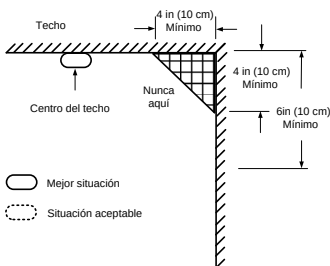
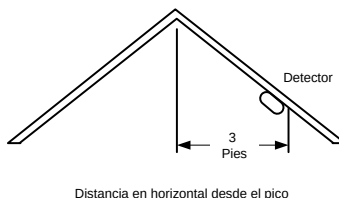

Figura 3: Recomendaciones sobre las ubicaciones de instalación recomendadas para instalar detectores de humo y calor.
Figura 4: Ubicación de instalación recomendada para detectores de humo y calor en habitaciones con techos inclinados o abuhardillados (inclinación >20 grados).
- Instalar detectores de humo y calor lo más cerca posible del centro del techo. Si no es posible, instalar el detector como mínimo a 30 cm de las paredes o esquinas, no más cerca (*ver la Figura 3*).
- Si no es posible instalar el dispositivo en el techo y las autoridades locales o nacionales le permiten instalar detectores en las paredes, montarlos en las paredes a una distancia de 30 cm–50 cm del techo (*ver la Figura 3*).
- Si su casa tiene un techo inclinado o abuhardillado, intentar instalar los detectores a 90 cm del punto más elevado del techo, midiendo en horizontal (*ver la Figura 4*).
- En zonas con aire estancado, como debajo de tejados en punta o en rincones entre las paredes y el techo. El aire en calma puede impedir que el humo llegue al detector (*ver la Figura 3 y la Figura 4 para conocer las ubicaciones de instalación recomendadas*).